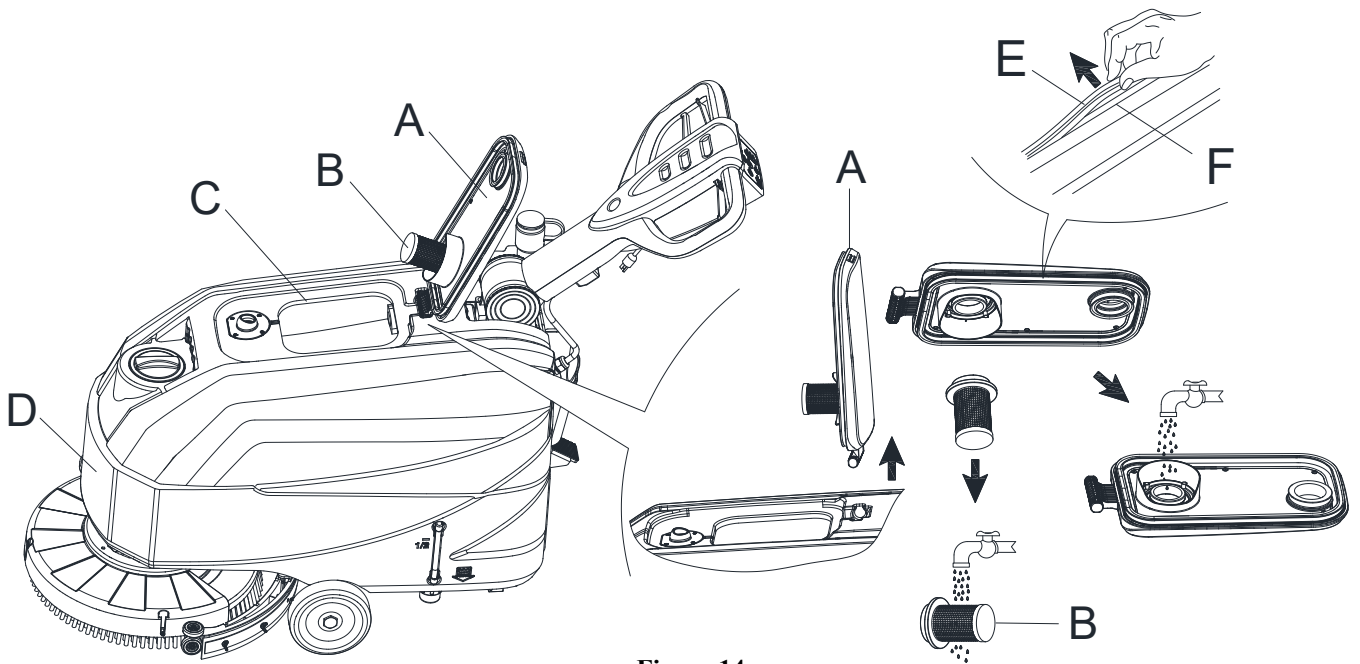

Figure 14
3. Tournez le couvercle du réservoir de récupération (A, Figure 14) de 90 degrés pour le retirer, puis retirez le filtre à bille de flottement (B) du couvercle du réservoir de récupération.
7. Vérifiez si la surface de contact de la bande d'étanchéité (E) est intacte et si l'étanchéité est suffisante. Si nécessaire, sortez de la rainure (H) la bande d'étanchéité du réservoir et remplacez-la. Montez la nouvelle bande d'étanchéité comme illustré à la (Figure 14), le joint doit se trouver dans la zone centrale.
8. Fermer le couvercle du réservoir de récupération (A).